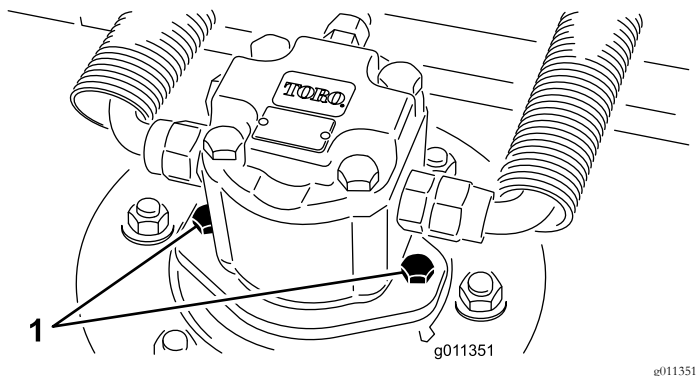

Figura 69
1. Desconecte el motor hidráulico y retírelo de la carcasa (Figura 69). Tape la parte superior del eje para evitar la contaminación.
3. Instale el motor hidráulico en la carcasa (Figura 69). Asegúrese de que la junta tórica está correctamente colocada y que no está dañada.